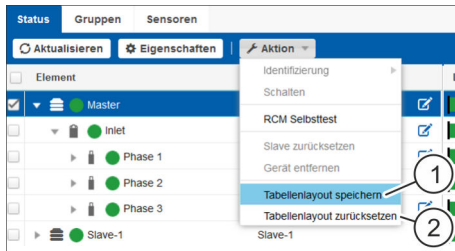

Abb. 97: Menüpunkt „Aktionen“
5. Über den Menüpunkt „Aktion → Tabellenlayout speichern“ (Abb. 97/1) die geänderte Gruppierung speichern.
6. Über den Menüpunkt „Aktion → Tabellenlayout zurücksetzen“ (Abb. 97/2) die Grundeinstellung wiederherstellen.